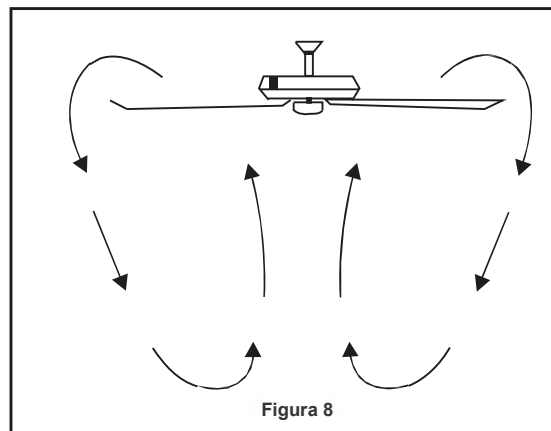

Figura 8
- **Clima frío - (Inverso)** Una corriente de aire ascendente desplaza el aire caliente de la zona del techo, como se muestra en la (Figura 8). Esto le permite ajustar la unidad de calefacción en una configuración más baja sin afectar su comodidad.